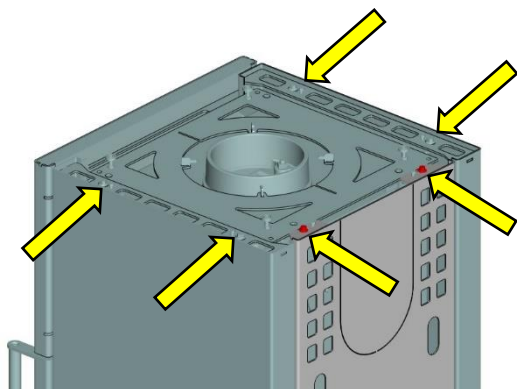

Fig. 19 : retirer la paroi arrière et les parois latérales
3. Dévisser les deux vis sur la paroi arrière et sur les parois latérales (Fig. 19). Soulever la paroi arrière ou les parois latérales et les retirer vers le haut.
8. Remonter la paroi arrière (Fig. 19) et les parois latérales.